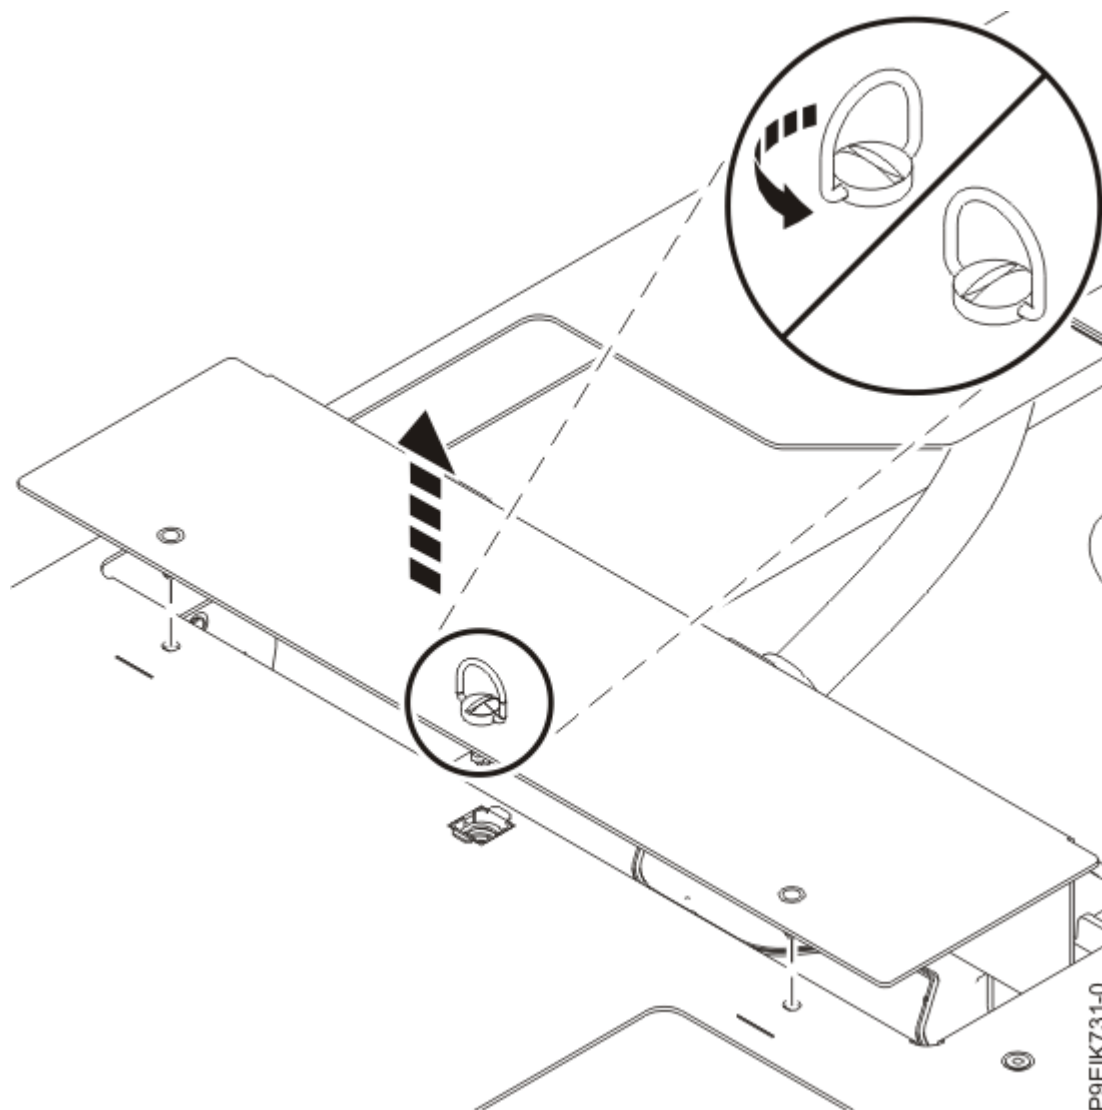

Figure 32. Retrait de la pince de plaque froide de processeur graphique du support
a) Dévissez une pince de plaque froide de processeur graphique du support d'installation des plaques froides, comme illustré dans la Figure 32, à la page 35.